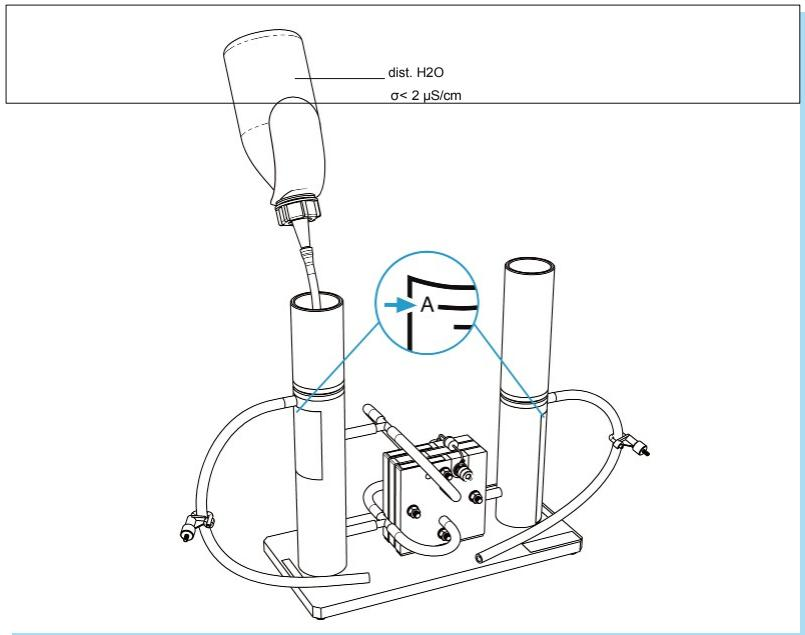

Fig. 4 : Remplissage
- Remplir les deux réservoirs de stockage de gaz avec de l'eau distillée jusqu'au repère -A- ($\sigma < 2 \mu\text{S}/\text{cm}$), comme le montre la figure 4.